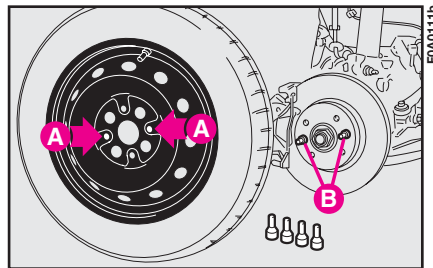

fig. 10
**16)** Montare la ruota facendo coincidere i fori **A**-fig. 10 con i relativi perni di centraggio **B**.